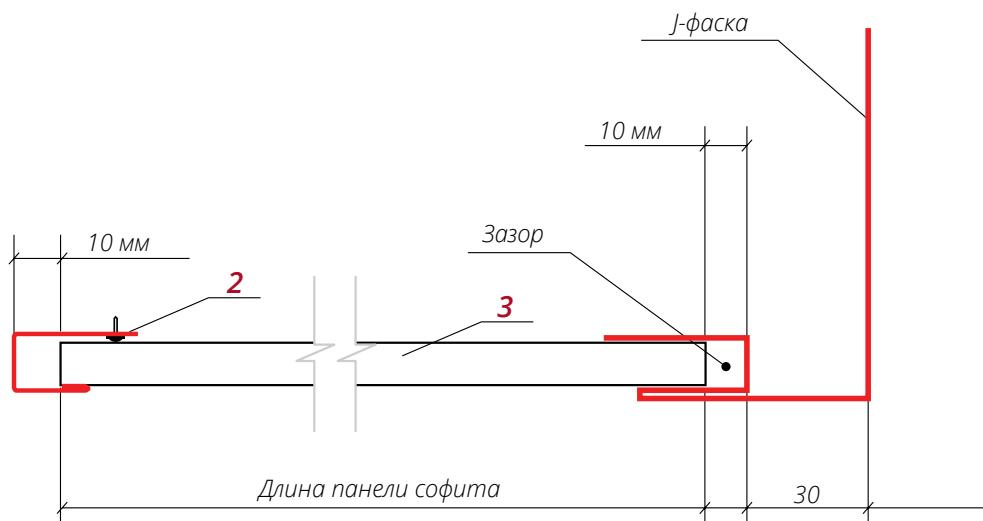

Рис. 13
- Заведите подготовленную панель 3 в паз J-профиля 2, второй край вставьте в паз J-фаски 1. Сдвиньте панель на середину пазов и закрепите саморезами (рис. 13).